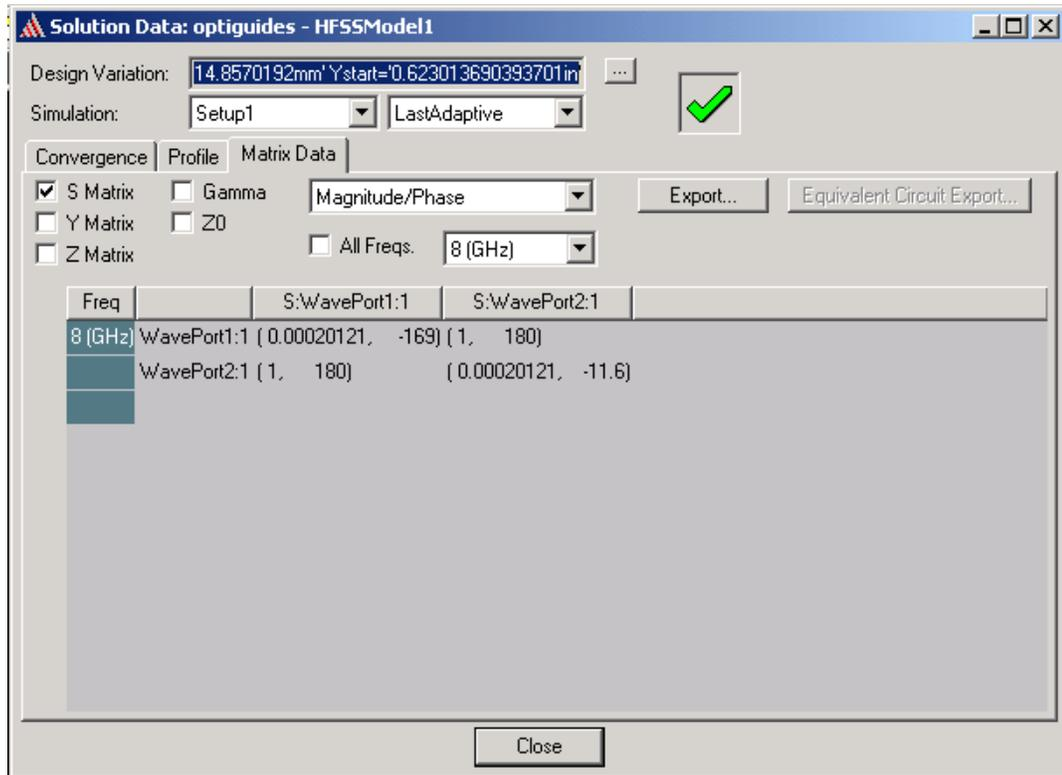

Рис. 8.10. Закладка матрицы в диалоговом окне *Solution Data*
1. В дереве проекта, щелкните правой кнопкой мыши установку решения, представляющую интерес, и затем нажмите **Matrix Data** в меню. Появляется диалоговое окно **Solution Data**. Выберите закладку **Matrix Data**(рис. 8.10).
2. В текстовом поле **Design Variation** (рис. 8.10), выберите проект, параметры которого Вы хотите вывести. Если нужно, выберите измененную конструкцию, решенную во время анализа Оптиметриком из диалогового окна **Set Design Variation**, которое появится после нажатия кнопки «...».
В диалоге рис. 8.10 имеется кнопка **Export...**, позволяющая экспортировать рассчитанные данные. Чтобы выполнить это: